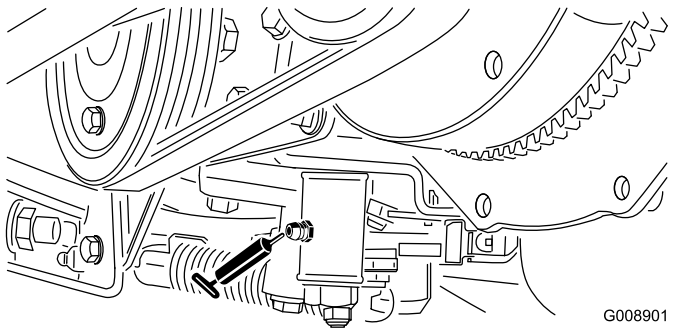

**Bild 39**
- 2 rechte vordere Hubarm-Drehbüchsen und Hubzylinder (**Bild 39**)